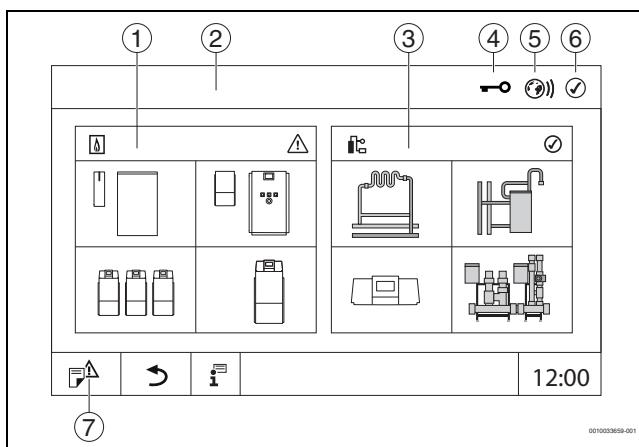

Рис. 9 Обзор системы (пример)
► Коснитесь **установка** (→ рис. 9, [3], стр. 17).